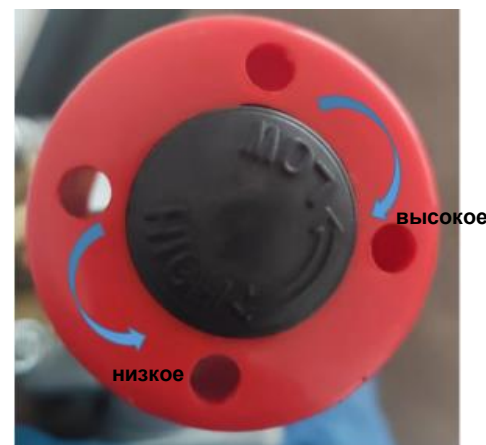

Рисунок 5
5.3.2 Регулировка давления. При частоте вращения двигателя 5000-6000 об/мин отрегулируйте давление воды на выходе плунжерного насоса. Давление уже было отрегулировано при выпуске устройства с завода. Если вам нужно изменить его, это можно сделать, как показано на рис. 5.